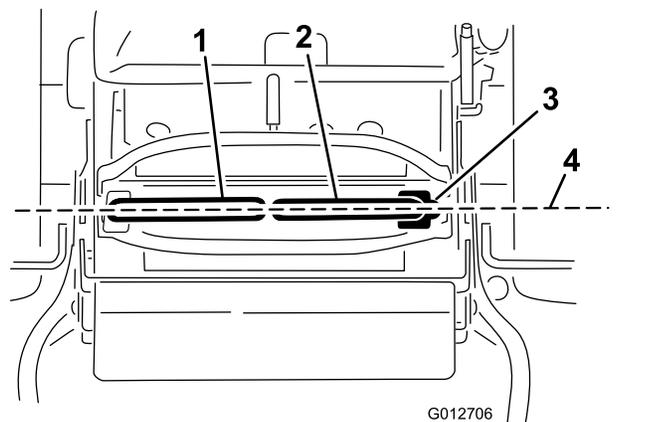

Figure 69
**Important:** Vérifiez que l'alignement des roues est correct après avoir réglé les leviers de commande de déplacement. Figure 69
légèrement les leviers de commande vers l'avant pour rattraper le mou de la timonerie des leviers de commande (Figure 69).